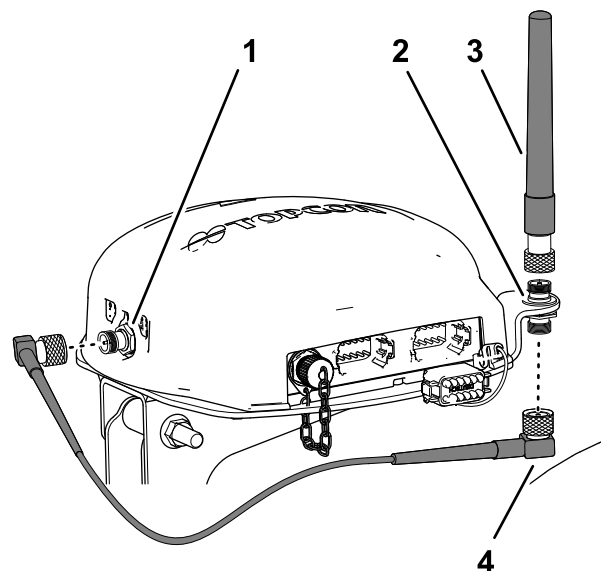

Figura 158
- Montate l'antenna RTK sul raccordo superiore dell'accoppiatore coassiale e serrate il dado zigrinato dell'antenna manualmente (Figura 158).
- Montate senza serrarlo il cavo dell'antenna al raccordo inferiore dell'accoppiatore coassiale (Figura 158).
coassiale del modem cellulare CDMA o GSM (Figura 158).
6. Montate il cavo dell'antenna sul connettore coassiale del modem cellulare CDMA o GSM (Figura 158).